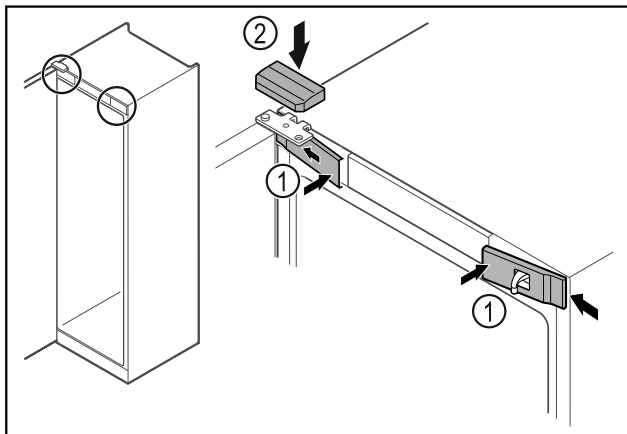

Fig. 45
- ▶ Передні кришки Fig. 45 (1) зачепити збоку та зафіксувати.
- ▶ Зафіксуйте верхню кришку Fig. 45 (2) зверху.